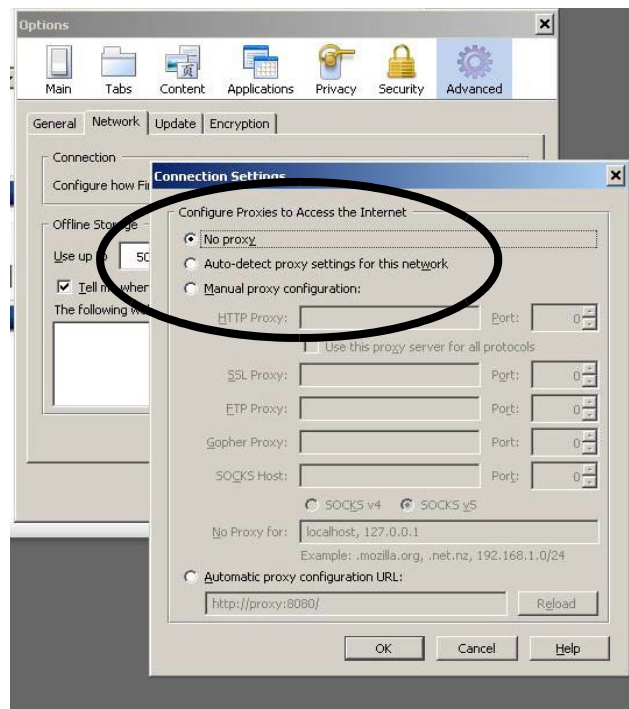

Fig. 38 : Désactivez Proxy Setting (Firefox uniquement)
2. *Ne s'applique qu'à Firefox :* Pour fonctionner dans un réseau ProMix 2KS/3KS avec Firefox, vous devez désactiver le paramètre Proxy sur votre navigateur. Dans votre navigateur Firefox, allez à Tools>Options>Advanced>onglet Network>Connection Settings. Cliquez sur "No proxy". Voir FIG. 38.